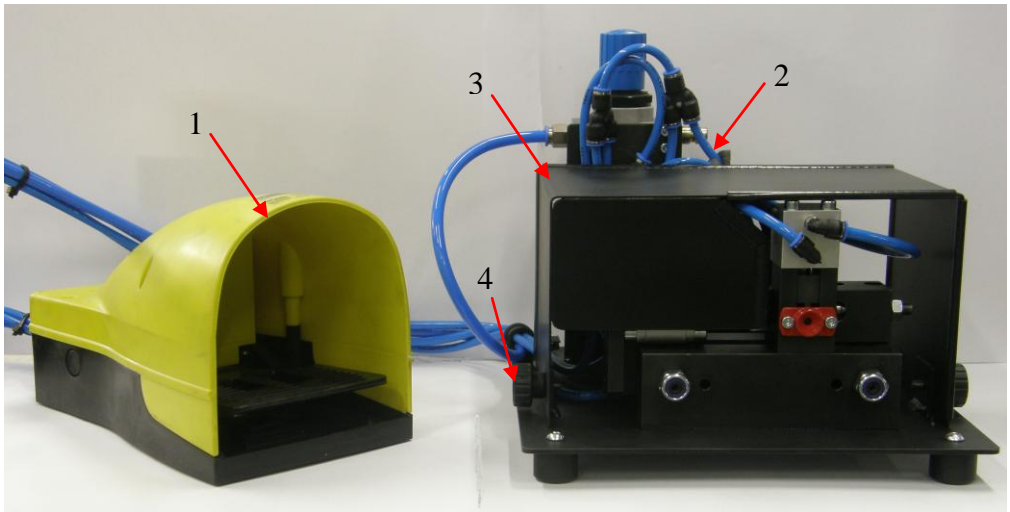
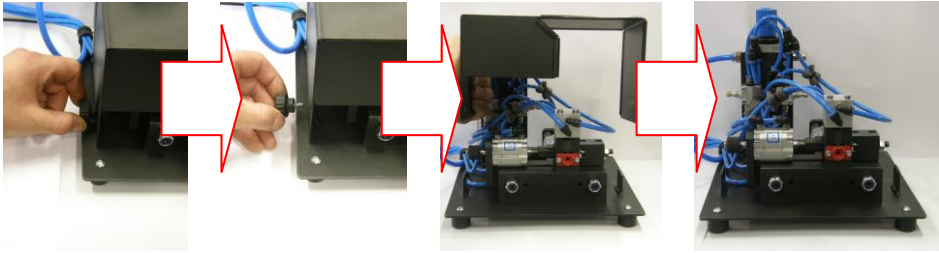

Рис. 1. Съёмник изоляции PSI\_4 в комплекте: 1-педаль; 2-узел съёмки изоляции; 3-ослона; 4-вороток.
Рис. 3. Последовательность действий при снятии крышки.
- 4.1. После снятия воротка (рис. 1, поз. 4) следует снять оплону (рис. 3).
- 4.5. Одеть оплону в обратной, чем про снятии последовательности (рис. 3).